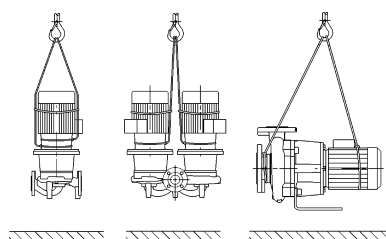

Fig. 7: Transport pompy
- Uchwyty transportowe umieszczone na silniku służą przy tym tylko do zamocowania zawiesi (Fig. 7).